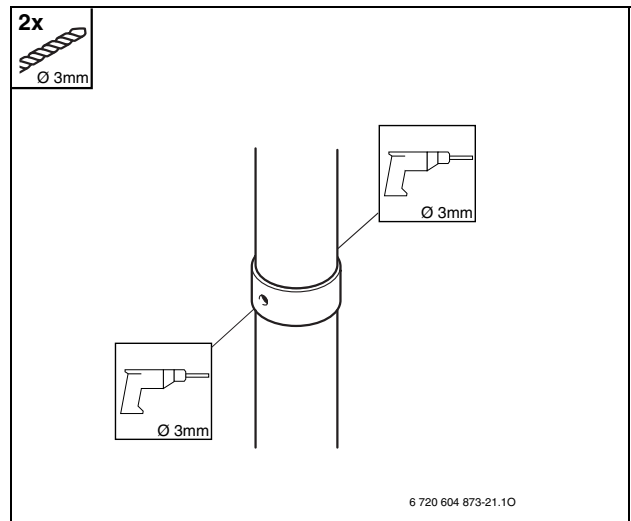

Fig. 3
- ▶ Eseguire due fori $\varnothing 3$ mm nella tubazione per l'aria comburente (come da Fig. 3). Profondità massima della foratura 8 mm! Evitare assolutamente di danneggiare la tubazione di scarico fumi!